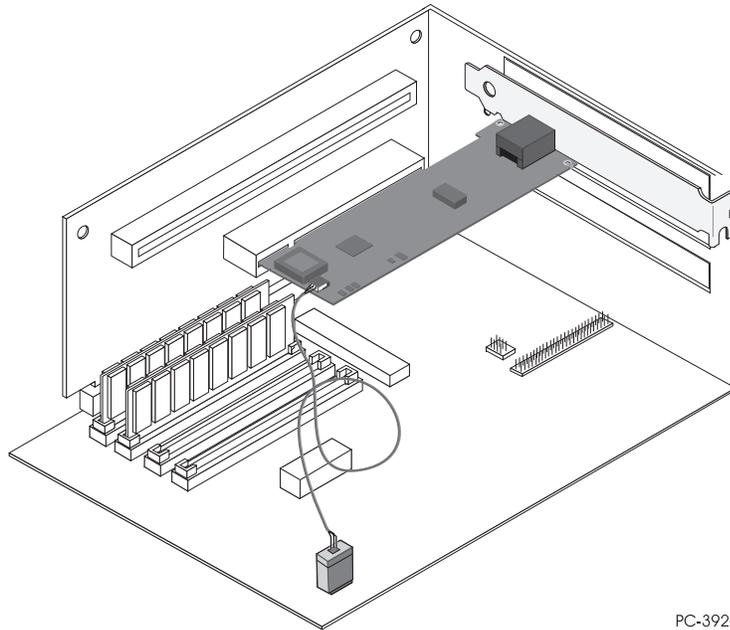

Abbildung 1-3. Kabel mit zwei Steckern für Wake On LAN anschließen
2. Stellen Sie fest, an welcher Stelle des Adapters sich der 3polige Anschluß für Wake On LAN befindet. Schließen Sie ein Ende des Kabels wie in Abb. 1-3 gezeigt an den Adapter an. Der Anschluß hat eine Einbuchtung, so daß das Kabel nicht falsch angeschlossen werden kann. Da beide Kabelenden identisch sind, können Sie jeden der Buchsenstecker auf den Anschluß stecken.
6. Schließen Sie das andere Ende des Kabels wie in Abb. 1-3 auf Seite 1-5 gezeigt an die Systemplatine an.